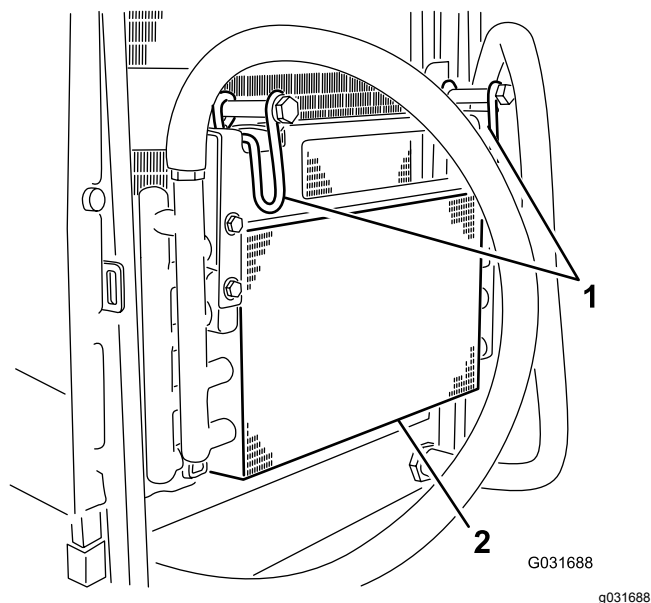

Рисунок 49
5. Поверните защелки внутрь, чтобы освободить маслоохладитель (Рисунок 49).